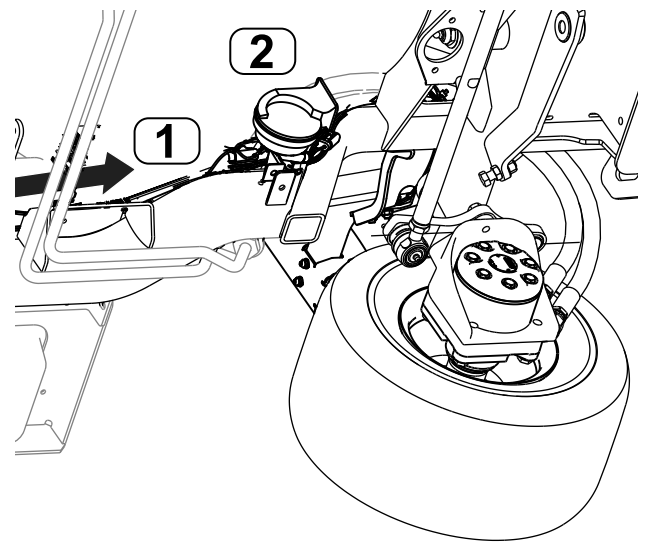

Bild 42
4. Verbinden Sie die mit HORN (J01, J02) gekennzeichneten Steuerkabelbaumanschlüsse mit der Hupe (Bild 42).